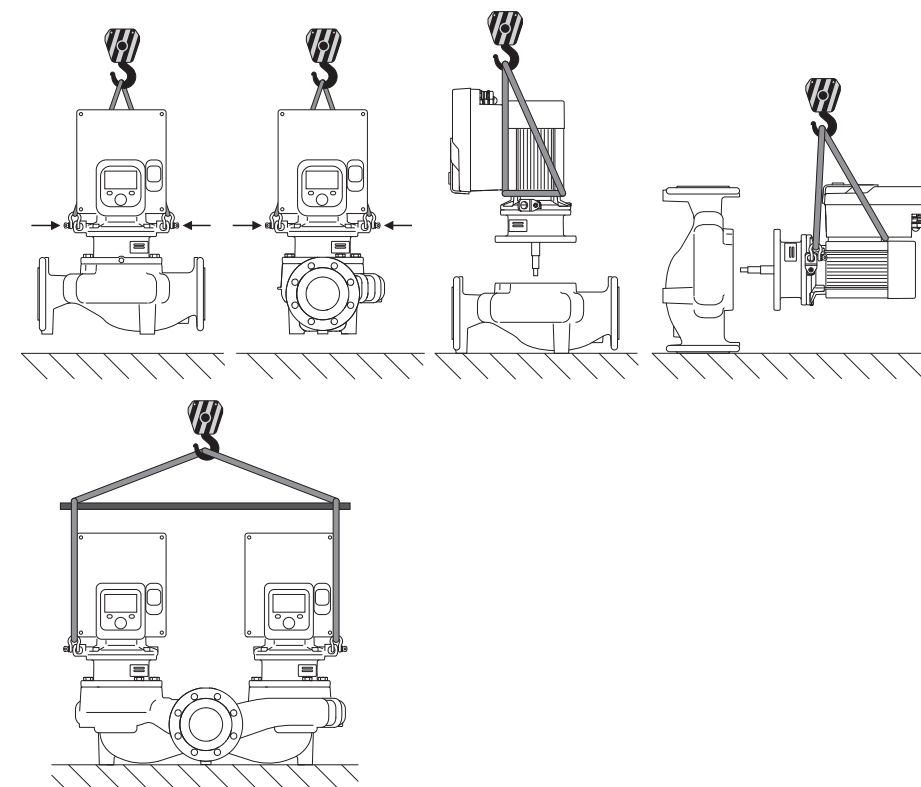

Fig. 6: Løfteretning
Pumpen skal transporteres ved hjælp af tilladt transportgrej (f.eks. sjækkel, kran etc.). Transportgrejet skal fastgøres på transportringene, der sidder på motorflangen. Skub om nødvendigt løftestropper ind under adapterpladen (Fig. 6).
1. Lad to transportringe (Fig. I, pos. 30) blive på motorflangen.
2. Fastgør indstikssættet (Fig. 4) som sikring med egnet løftegrej i transportringene. For at undgå at enheden vælter, skal du lægge en remsløjfe rundt om elektronikmodulets motor og adapter, som vist i Fig. 6. Sørg ved fastgørelsen for ikke at komme til at beskadige elektronikmodul.
3. Løsn og fjern skruerne (Fig. I/II/III/IV, pos. 29).